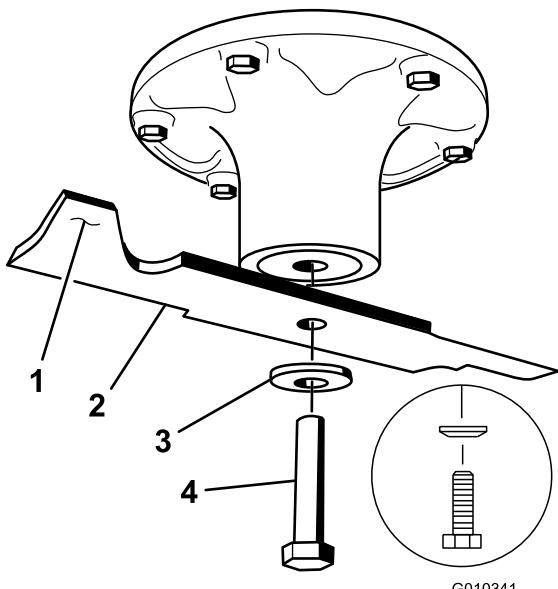
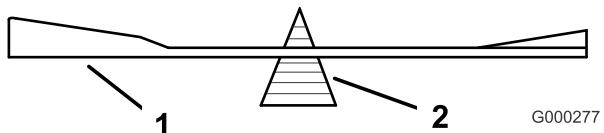

Figure 66
Figure 68
Tenez la lame à son extrémité avec un chiffon ou un gant épais. Enlevez de l'axe, le boulon, la rondelle bombée et la lame (Figure 66).
2. Vérifiez l'équilibre de la lame en la plaçant sur un équilibrage (Figure 68). Si la lame reste horizontale, elle est équilibrée et peut être utilisée. Si la lame est déséquilibrée, limez un peu l'extrémité de la partie relevée seulement (Figure 66). Répétez la procédure jusqu'à ce que la lame soit équilibrée.
1. Placez la lame sur l'axe (Figure 66).
2. Installez la rondelle élastique et le boulon de la lame. Le cône de la rondelle élastique doit être dirigé vers la tête du boulon (Figure 66). Serrez le boulon de lame à un couple de 135 à 150 Nm.